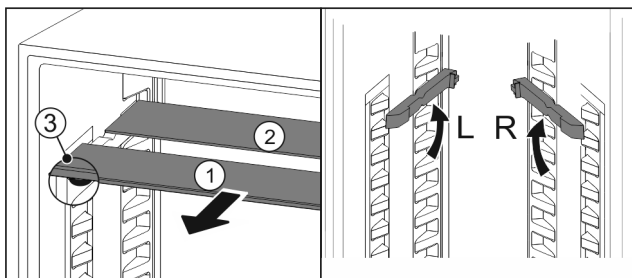

Fig. 173
- Skleněné desky jednotlivě vytáhněte dopředu Fig. 173 (1).
- Skleněná deska Fig. 173 (1) s ozdobnou lištou leží vpředu.
- Zářázky Fig. 173 (3) směřují dolů.